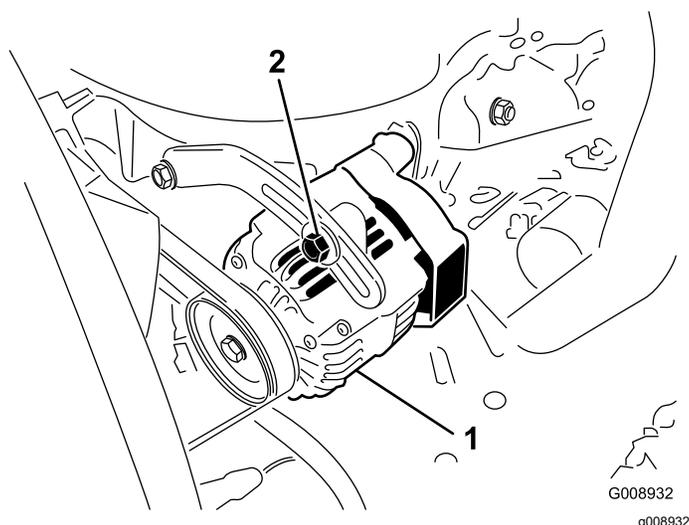

Figura 100
Compruebe la condición y la tensión de las correas (Figura 100) cada 100 horas de operación.
2. Si la desviación no es de 10 mm, afloje los pernos de montaje del alternador (Figura 100).